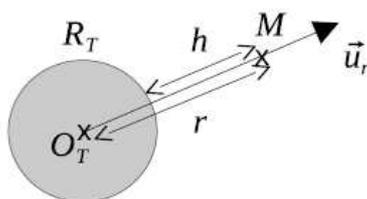

Figure 1 : repère et distances liés à la Terre
**Q2.** Donner l'expression de la force gravitationnelle terrestre  $\vec{F}_G$ , s'exerçant sur un point matériel  $M$  de masse  $m$ , situé à la distance  $r$  ( $r > R_T$ ) du centre de la Terre  $O_T$  (figure 1). Exprimer l'énergie potentielle gravitationnelle  $E_p$  associée, en justifiant qu'elle ne dépend que de la distance  $r$ . On prendra la constante d'intégration de l'énergie potentielle gravitationnelle,  $E_p(r)$ , telle que  $E_p(\infty) = 0$ .